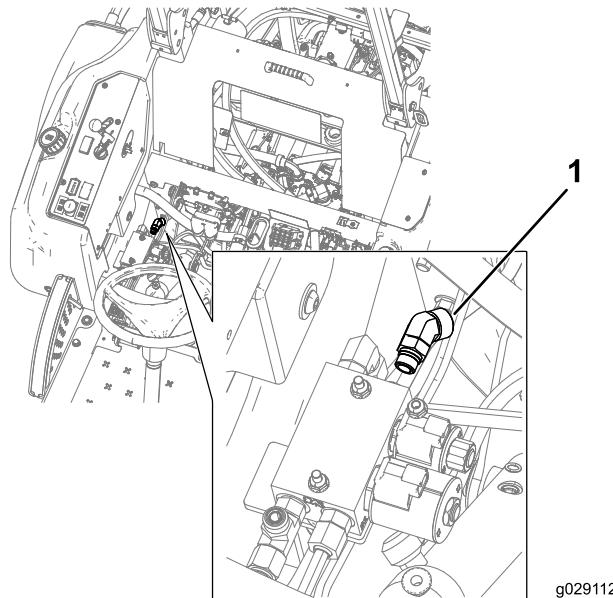

Figura 19
5. Sollevate il sedile della macchina e montate il raccordo a 45°, come illustrato nella Figura 19.